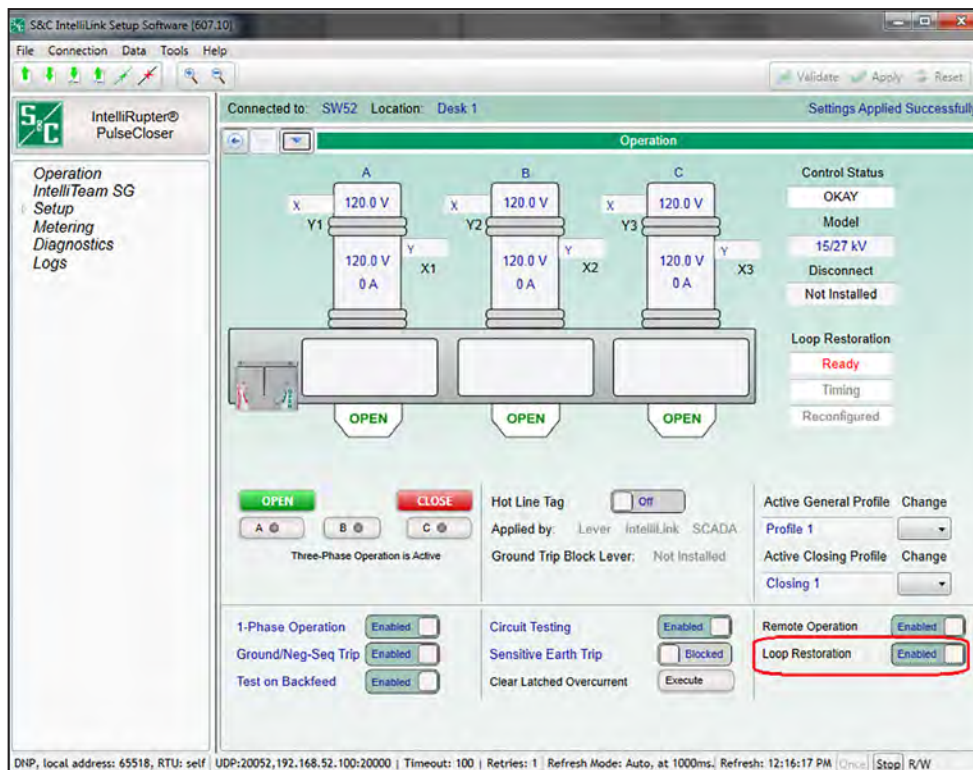

Figura 90. Um comando na tela *Operation* pode habilitar ou desabilitar o modo **Recomposição do Anel**.
- O modo **Recomposição do Anel** pode ser habilitado ou desabilitado por um comando do software IntelliLink na tela *Operation*. Ver Figura 90 na página 175.